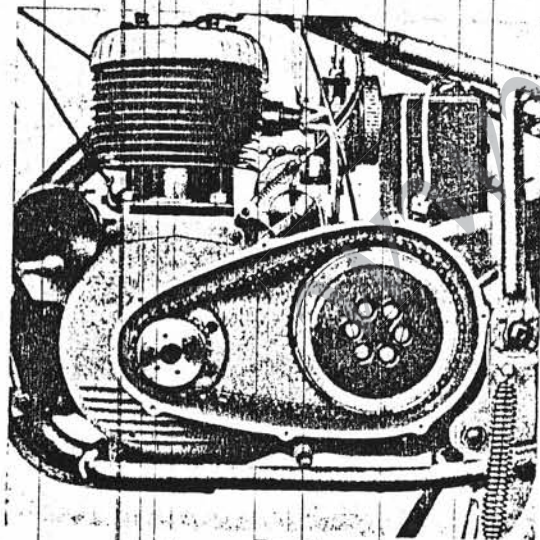

Fig. 24
Per il buon funzionamento della catena anteriore, lo scuotimento massimo dev'essere da 6 a 8 mm. (fig. 24). Per la catena posteriore, la registrazione si ottiene allentando i due dadi che fissano la ruota e tendicatena (figura 25). Vanno pure allentati i due dadi (C), quindi manovrando sulla vite (B) del tendicatena